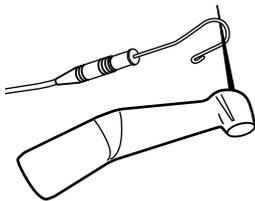

Fig. 7 Aktivera apexlokalisatorn med ett läppclip och en fil i vinkelstycket VDW 6:1
3. Låt läppclipset ha kontakt med filen i ca 3 sekunder för att slå på apexlokalisatorn. **Vidrör inte stopparen!** Se fig. 7.